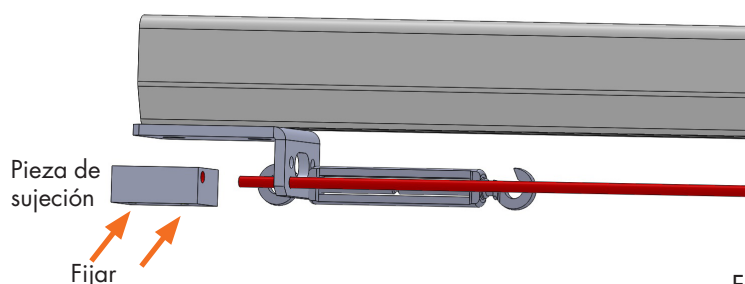

Fig. 19
- Pase el cable espiral por el taladro de la pieza de sujeción. Después fíjelo allí de abajo mediante los tornillos de sujeción (hexágono interior SW 3) (véase fig. 19).